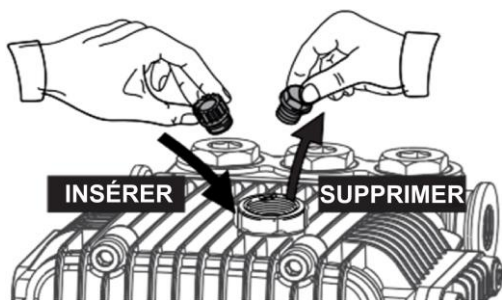

Fig. 5
- Insérez le bouchon d'aération de la pompe dans la pompe. Voir la figure 5 pour l'illustration.